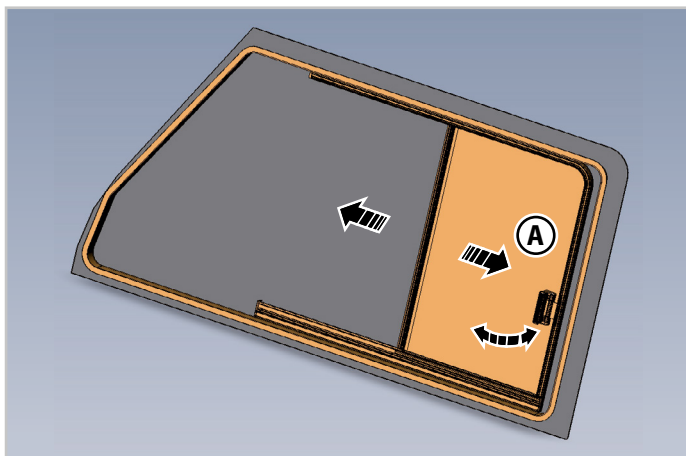

Fig.3.2 - Skjutfönster på passagerarsidan
1. Tryck på kroken på det bakre handtaget (A-Fig.3.2) genom att lossa den från hållarklämman för att låsa upp fönstret.
2. Dra i handtaget (A-Fig.3.2) genom att flytta fönstret framåt till önskad position.
1. Dra i handtaget (A-Fig.3.2) genom att flytta tillbaka fönstret till stängt läge tills handtaget är helt fäst vid tätningsstoppet.